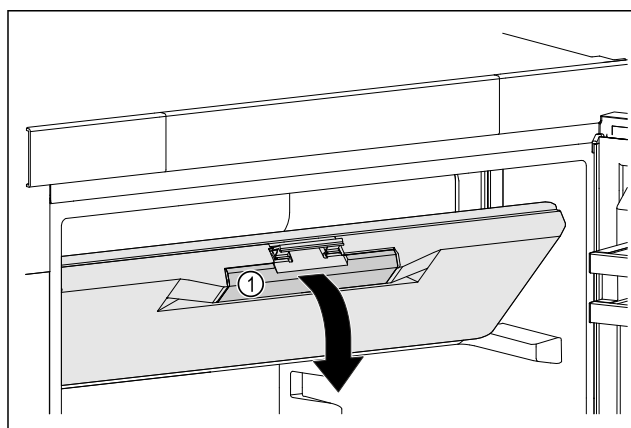

Fig. 75
- Primite vrata pretinca za zamrzavanje na udubljenju kao rukohvatu Fig. 75 (1).